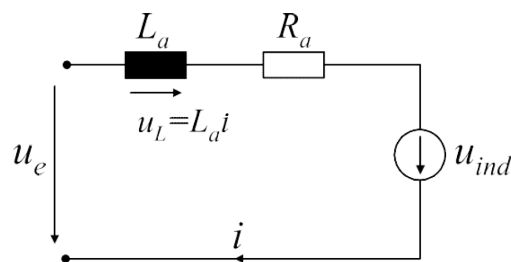

Abbildung 3: Ersatzschaltbild des Gleichstrommotors
des Gleichstrommotors, die Größe  $M_M$  bezeichnet das Drehmoment des Motors und  $M_G$  bezeichnet das Moment nach der Übersetzung durch das Getriebe. Mit  $v$  wird die Geschwindigkeit des Fahrzeugs bezeichnet. Des Weiteren wird der Gleichstrommotor durch das in Abb. 3 dargestellte Ersatzschaltbild beschrieben. Mit  $L_a$  und  $R_a$  wird die Ankerinduktivität und der Ankerwider-
- Bestimmen Sie mit Hilfe von Abb. 3 eine Differentialgleichung, die die Dynamik des Elektromotors beschreibt und stellen Sie diese Differentialgleichung in Form eines Blockschaltbildes dar. Behandeln Sie die Winkelgeschwindigkeit  $\omega$  zunächst als zusätzliche unabhängige Eingangsgröße.